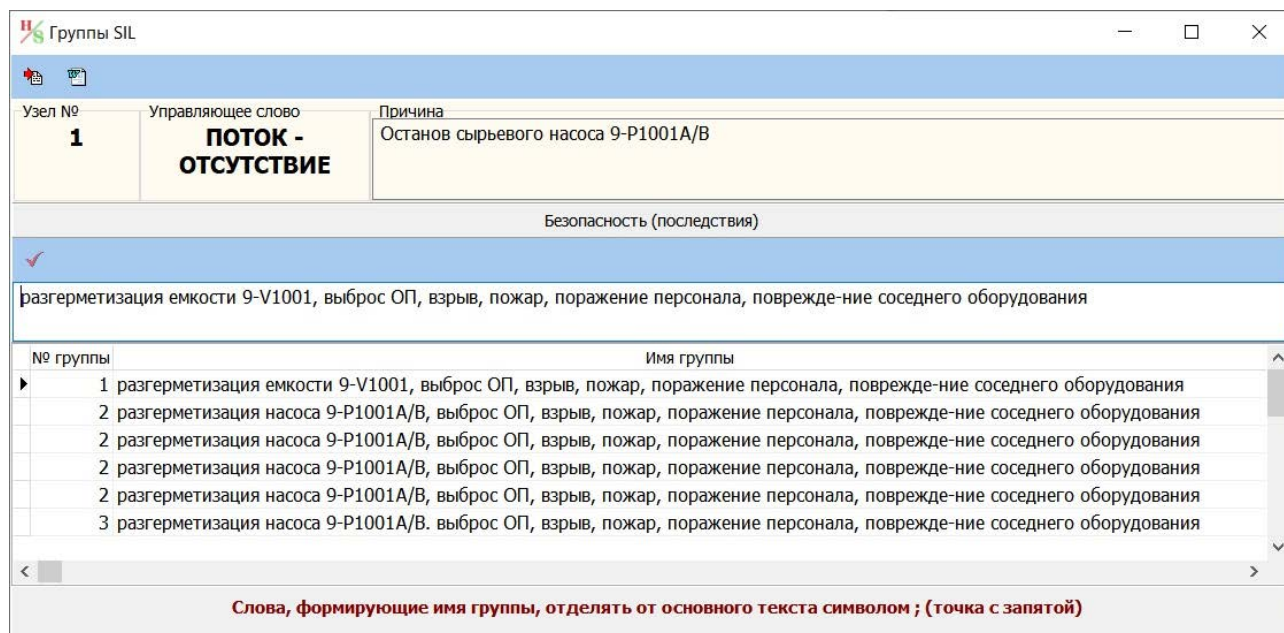

Рисунок 4.9 – Общий перечень опасных событий, сформированный для SIL-анализа
опасному событию программа присвоит номер группы, который отражен в поле «№ группы» (см. рисунок 4.9).
Полная формулировка выбранного опасного события появится в поле для редактирования, расположенном в средней части окна «Группы SIL» под широкой голубой полосой. В верхней части окна «Группы SIL» появится информация о номере узла и управляющем слове, указывающими место идентификации опасного события в рабочей таблице HAZOP, а также формулировка причины, инициирующей проявление опасного события (см. рисунок 4.9).
7. Закройте окно «Группы SIL», используя кнопку «X» в правом верхнем углу окна (см. рисунок 4.9). **Новый проект SIL готов к процедуре SIL-анализа.**
б) Для удобства проверки корректности и корректировок формулировок групп опасных событий в программном комплексе предусмотрена функция по выгрузке полного списка записей групп опасных событий в отдельный файл Microsoft Word, используя кнопку  в верхней части окна «Группы SIL» (см. рисунок 4.9).